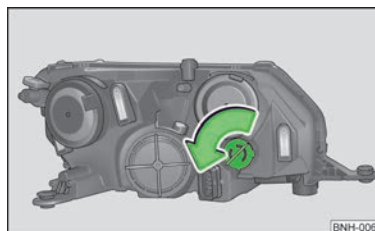

Fig. 129
- Girar el portalámparas con la bombilla » fig. 129 hasta el tope en el **sentido contrario** al de las agujas del reloj y retirarlo.